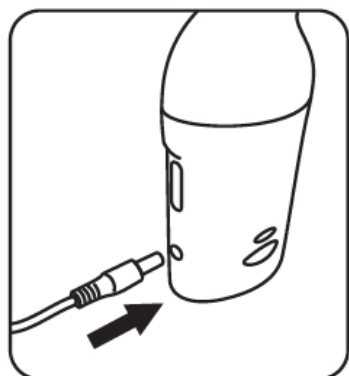

Рис. 8.1
1) Вставьте вилку адаптера питания в разъем на корпусе ингалятора. (Рис. 8.1.)